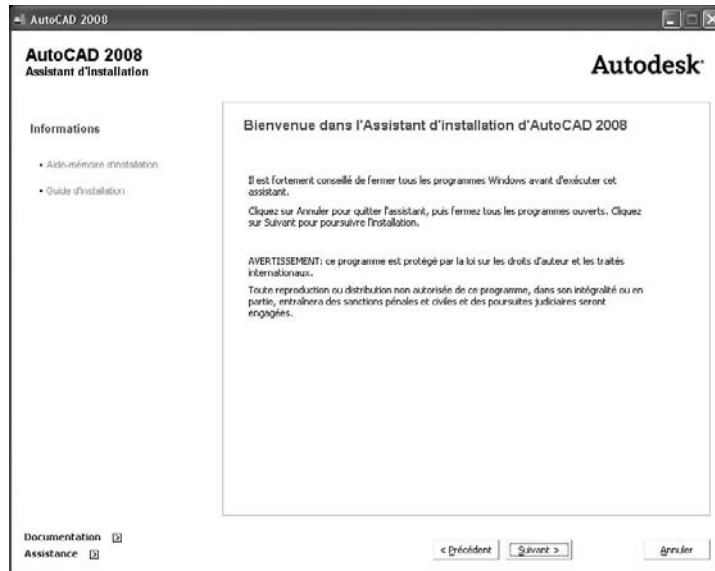

Fig.1.3
- 3 Sur la page **Bienvenue dans l'Assistant d'installation d'AutoCAD 2008**, cliquez sur **Suivant** (fig.1.3).